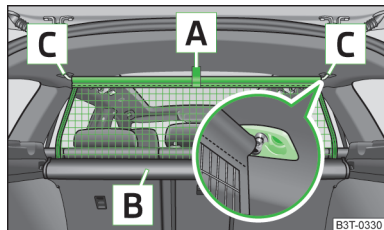
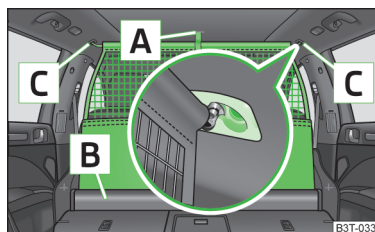

Fig. 119
Fig. 120
- Assurez-vous que la tige transversale soit bien enfoncée dans les logements **C** » fig. 119 à la page 114 ou » fig. 120 à la page 114 en position avant !
- Tirez sur le filet de séparation par la patte **A** » fig. 119 pour le faire sortir de son boîtier **C**.
- Tirez légèrement sur la tige transversale vers l'arrière d'abord sur un côté puis sur l'autre et sortez la tige transversale des supports **C** » fig. 119.
- Tirez le filet de séparation avec la patte **A** » fig. 120.
- Tirez légèrement sur la tige transversale vers l'arrière, d'abord sur un côté puis sur l'autre, et sortez la tige transversale des supports **C** » fig. 120.